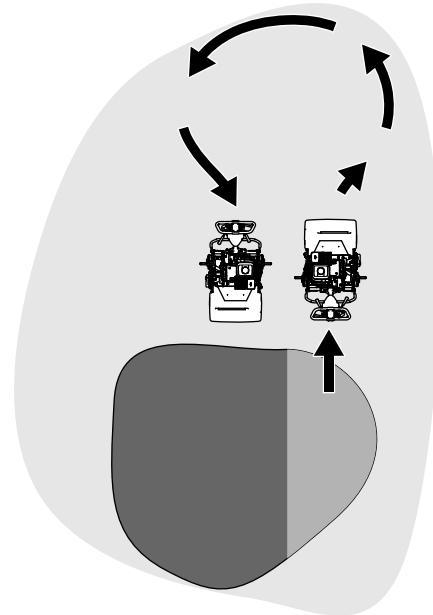

Рисунок 25
- Отведите машину с грина, подняв режущий барабан (сдвинув рукоятку вниз) и произведите грушевидный разворот на тяговом барабане (Рисунок 25).
1. Найдите рычаг включения тяги на коробке передач трансмиссии (Рисунок 25).